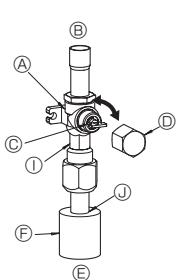
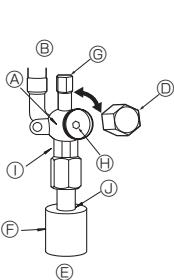

Fig. 4-6
Fig. 4-7
(1) Strona gazowa (Fig. 4-6)
- ① Aby otworzyć zawór, należy zdjąć korek, pociągnąć dźwignię do siebie i obrócić o 1/4 obrotu w kierunku przeciwnym do ruchu wskazówek zegara.
- ② Upewnić się, że zawór odcinający jest całkowicie otwarty, wcisnąć dźwignię i założyć korek.
(2) Strona cieczowa (Fig. 4-7)
- ① Zdjąć korek i obrócić do oporu trzpień zaworu w kierunku przeciwnym do ruchu wskazówek zegara za pomocą klucza imbusowego 4 mm. Przerwać obracanie po osiągnięciu ogranicznika.